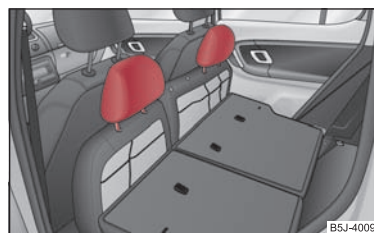

Abb. 55 Rücksitze: Kopfstützen in den Sitzflächen
- Die Kopfstützen können in die entsprechenden Öffnungen der vorgeklappten Sitzflächen eingesteckt werden ⇒ Abb. 55.